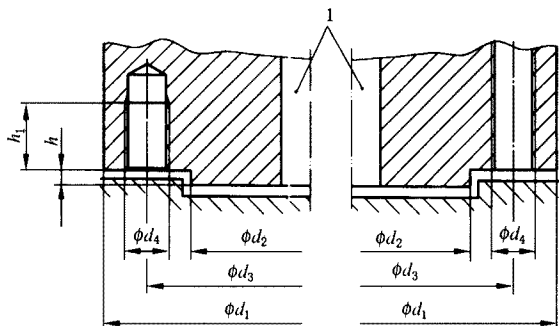

图 1 驱动装置与阀门的连接示意图
6.1 驱动装置与阀门相连接的法兰,按图 1 中所示和表 2 的规定。